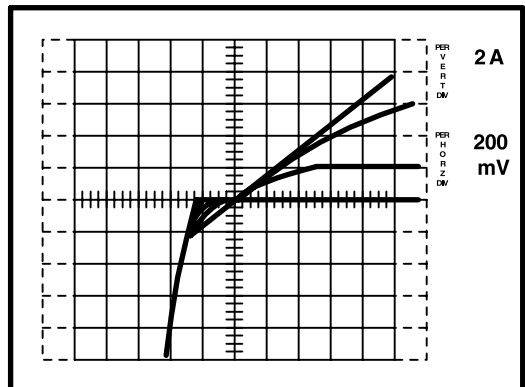
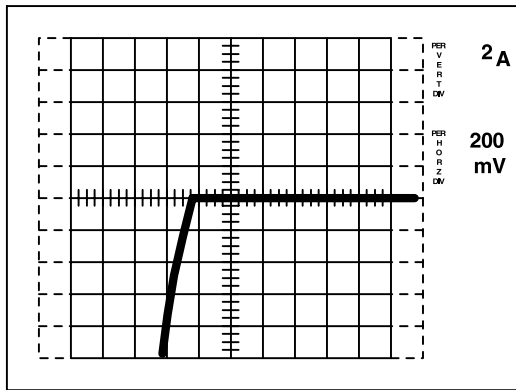

Рис.11. Смешанные характеристики N-канального транзистора
Рис. 12. Характеристики N-канального прибора при отсутствии управления затвором
4. Прибор подключается с помощью переключателя LEFT/RIGHT. Напряжение увеличивается ручкой VARIABLE COLLECTOR SUPPLY, чтобы достигнуть требуемого пикового значения  $I_d$ . Помните, что прибор нагревается. Рис. 11 показывает картинку, полученную на IRF630. Чтобы получить отдельную обратную характеристику диода, измените полярность ступеньки. Полевой транзистор не работает и изображение будет напоминать то, что показано на рис. 12. Полярность ступеньки тоже нужно изменить для получения смешанных характеристик P-канального прибора.